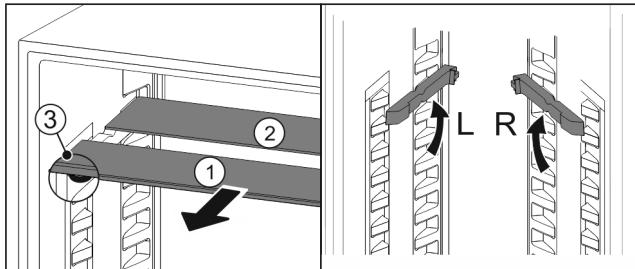

Fig. 140
- ▶ 将玻璃隔板逐个向前拉出 Fig. 140 (1)。
- ▶ 带装饰条的玻璃隔板 Fig. 140 (1) 在前。
- ▶ 阻挡装置 Fig. 140 (3) 指向下方。